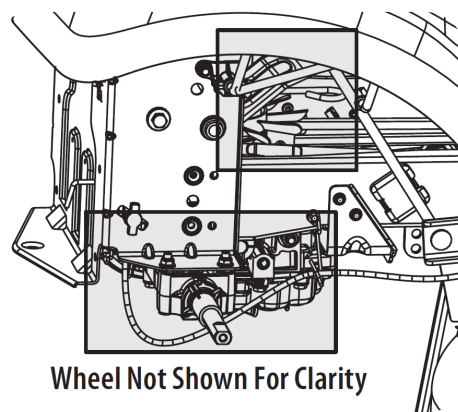

Figure 33
- ・ トランスミッション、アクスル、ファンエリアの周囲とその近くを清掃します。図33を参照